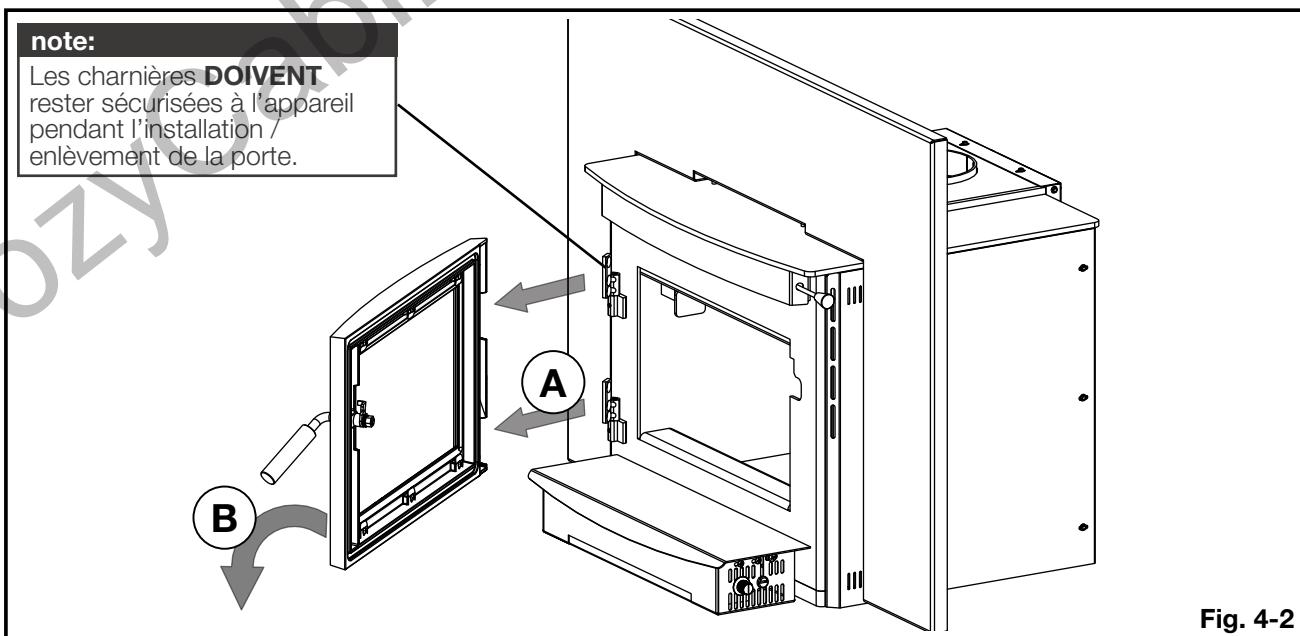

Fig. 4-2
2. Retirez la porte, en la-placant face vers le bas sur une surface doux et non-abrasive (**Fig. 4-2**). Faites attention de ne grattez pas la peinture.